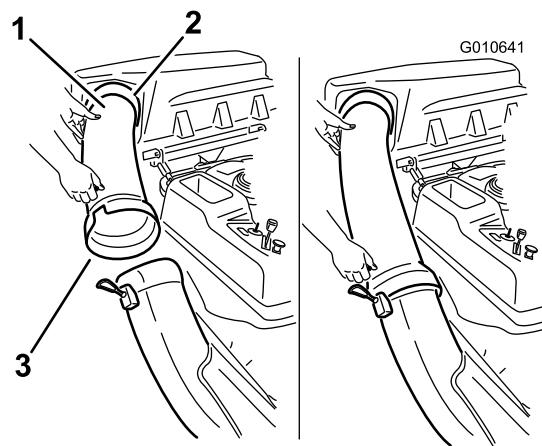

Bild 27
2. Schieben Sie das breite Ende des Auswurfrohrs über das Ende des Auswurfkanals. Schieben Sie die Gummihalterung auf den Auswurfkanal, bis sie über dem Stift am Auswurfrohr einrastet, und der Auswurfkanal befestigt ist (Bild 27).
1. Schieben Sie das gekrümmte Ende des Auswurfrohrs in die Öffnung in der Abdeckung des Heckfangsystems (Bild 27).